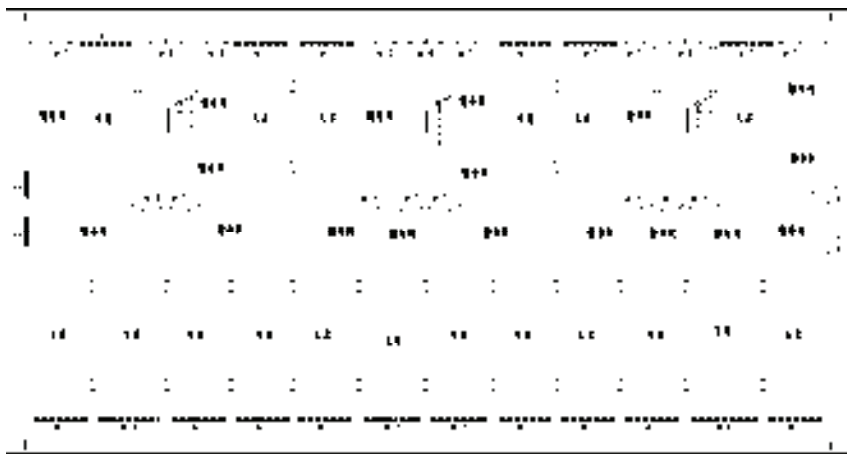

图 14-35 文字标注
3) 重复上述操作，继续为平面图添加文字标注，结果如图 14-35 所示。